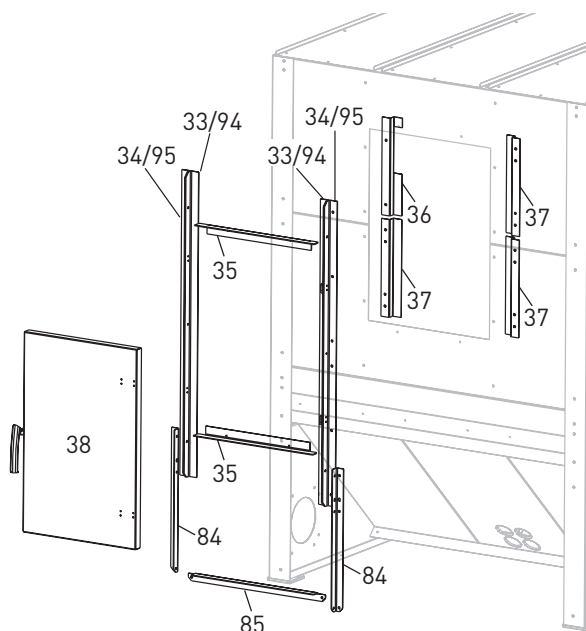

Fig.16 Montaggio dello sportello di controllo
Avvitare 1 ferro a Z (36) all'interno, in alto a sinistra, e 3 ferri a Z (37) a sinistra/destra e allinearli. Avvitare 2 telai sportello orizzontali (35) in alto/in basso con 2 viti a testa esagonale M6 x 16 ciascuno, dall'esterno verso l'interno e serrare – Fig. 16.
**Importante!** In corrispondenza dei telai sportello orizzontali (35) avvitare anche 2 dadi ciascuno in basso all'interno, come supporto per le lamiere protettive dello sportello (45).
Montare 2 scalette (84) e il piolo (85) sul serbatoio in corrispondenza dei montanti dello sportello con 2 viti su ciascun montante (altezza serbatoio 2,2 m) oppure con 3 viti (altezza serbatoio 1,9 m) – Fig.16.
Infilare le cerniere dello sportello di controllo (38) nell'intaglio dei montanti dello sportello e avvitarle dall'esterno con 8 viti a testa esagonale M6 x 16 che si inseriscono nei dadi all'interno – Fig.16.